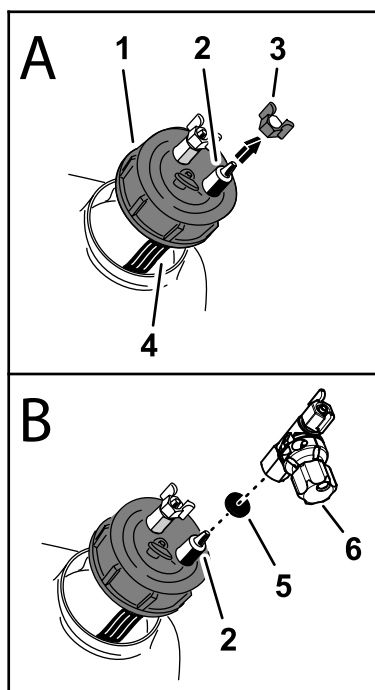

Figure 1
- Localisez le bouchon noir au bout du réservoir du traceur à mousse (Figure 1).
2. Dévissez le bouchon du réservoir et soulevez-le du réservoir de sorte à voir le tube filtrant bleu (Figure 1).
3. Retirez l'écrou à compression bleu du raccord sur le bouchon du réservoir **raccordé** au tube filtrant bleu à l'intérieur du réservoir (Figure 1).
4. Installez le régulateur monté sur le bouchon et le joint sur le raccord du bouchon du réservoir, et positionnez le régulateur comme montré à la Figure 1.